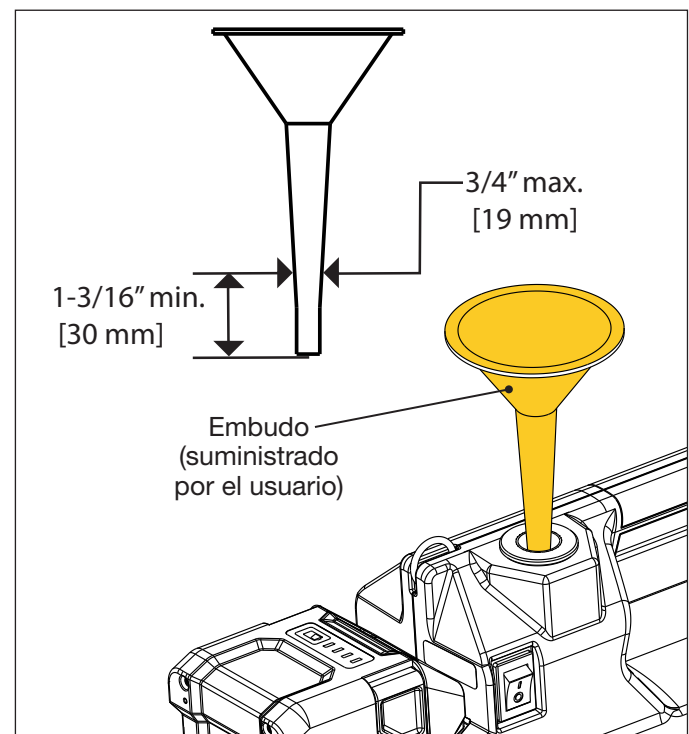

Figura 14: Añadir aceite con el embudo
6. Coloque un embudo (con un diámetro exterior máximo del vástago de 3/4" [19 mm] y una longitud mínima de 1-3/16" [30 mm]) por la abertura de llenado y dentro del tubo de llenado de aceite. Véase Figura 14.